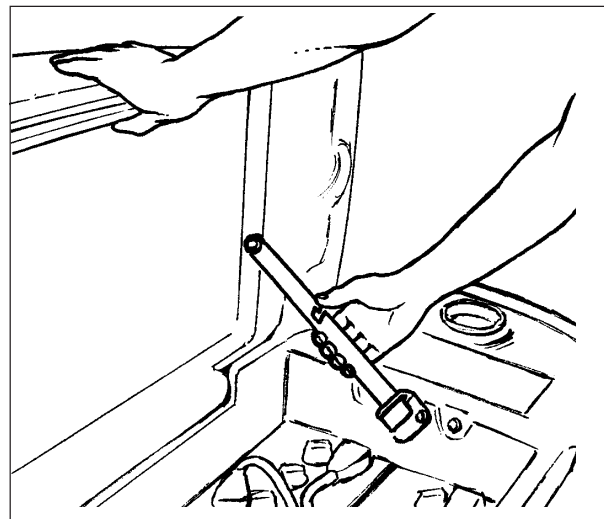

Abb. 8A
3. Klappen Sie den Schmutzwassertank vollständig auf. Die Stütze muß hörbar einrasten. Siehe Abb. 8A.